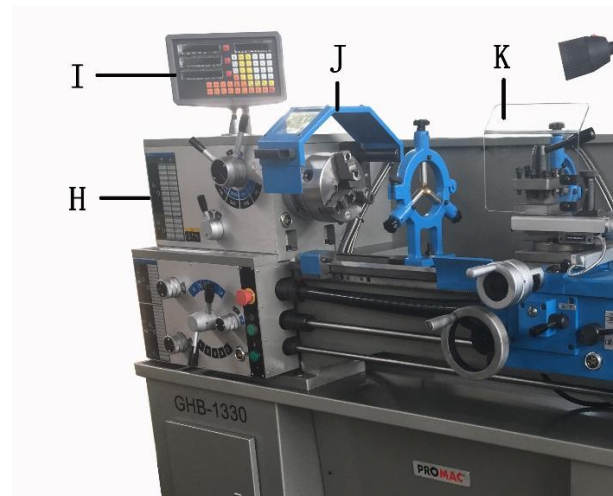

Fig 3
Le cache courroie (H, Fig 3) et le protège mandrin (J) sont surveillés par interrupteurs électrique. Pour démarrer la machine il faut les fermer.